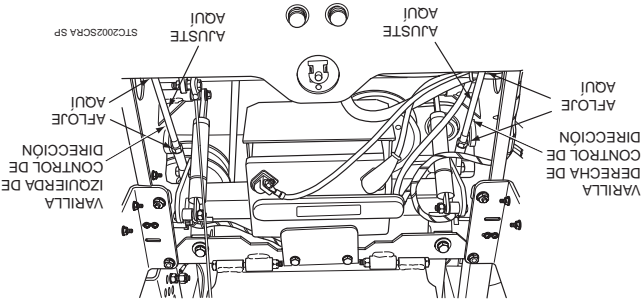

Figura 6-3. Ajuste de la varilla de control de dirección
A. Detenga la máquina y coloque las palancas de control de dirección en la posición neutral. Afloje las tuercas de bloqueo que aseguran las juntas de rótula en cada extremo de la varilla de control de dirección del lado derecho. Gire la varilla de control para estirar la varilla y apriete las tuercas de bloqueo. Esto causará que la varilla de control golpee menos la bomba del lado derecho, disminuyendo la velocidad de la rueda del lado derecho. Vea la Figura 6-3.
- 4. Ajuste la rueda derecha aflojando las contratuercas en la varilla de control de dirección y gire la varilla hasta que la rueda motriz gire hacia adelante. Gire la varilla en sentido contrario hasta que la rueda motriz deje de moverse. Gire la varilla 1/2 vuelta adicional. Vea la Figura 6-3.
- 5. Apriete las contratuercas y repita el proceso para la rueda izquierda. Vea la Figura 6-3.